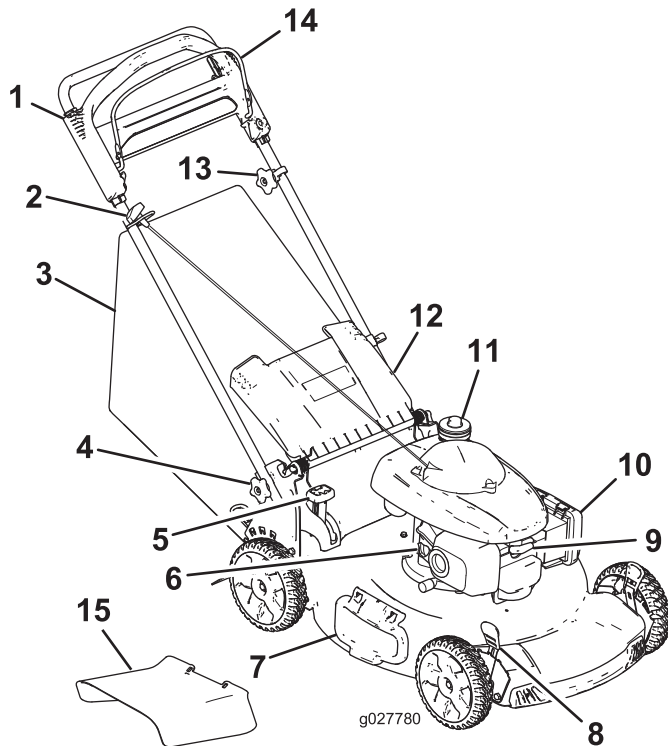

Figure 9
1. Soulevez le déflecteur arrière et maintenez-le dans cette position (Figure 9).